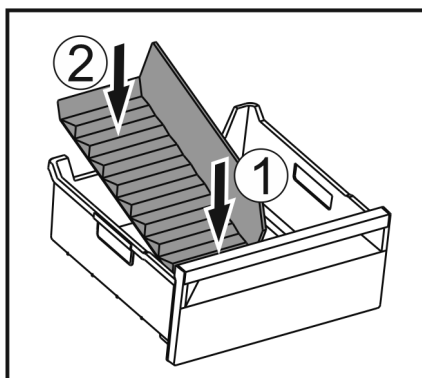

Fig. 167
- Vložte přední část přepážky přihrádky na led. Fig. 167 (1)
- ▶ Zadní část přepážky přihrádky na led spusťte až na dno zásuvky. Fig. 167 (2)